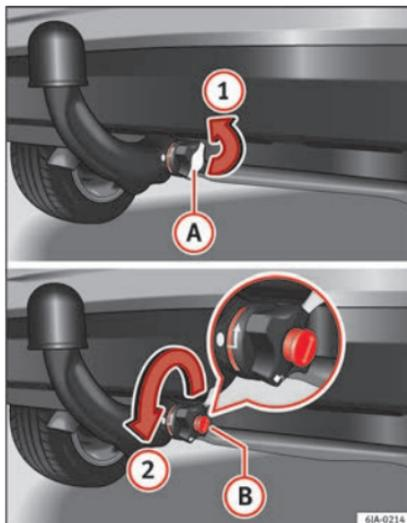

Fig. 200 Retirez le cache de la serrure/ouvrez la serrure avec la clé.
- Placez le cache **(A)** qui protège la serrure de la molette dans le sens de la flèche **(1)** » » fig. 200.